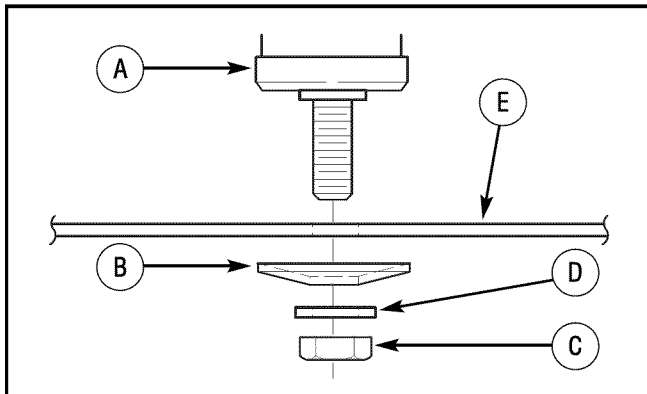

Figura 20: Montaje de la cuchilla
- Asegure la **cuchilla** con las arandelas y tuercas originales. Asegúrese de que el borde exterior de la **arandela de Belleville** esté contra la **cuchilla** (Figura 20).